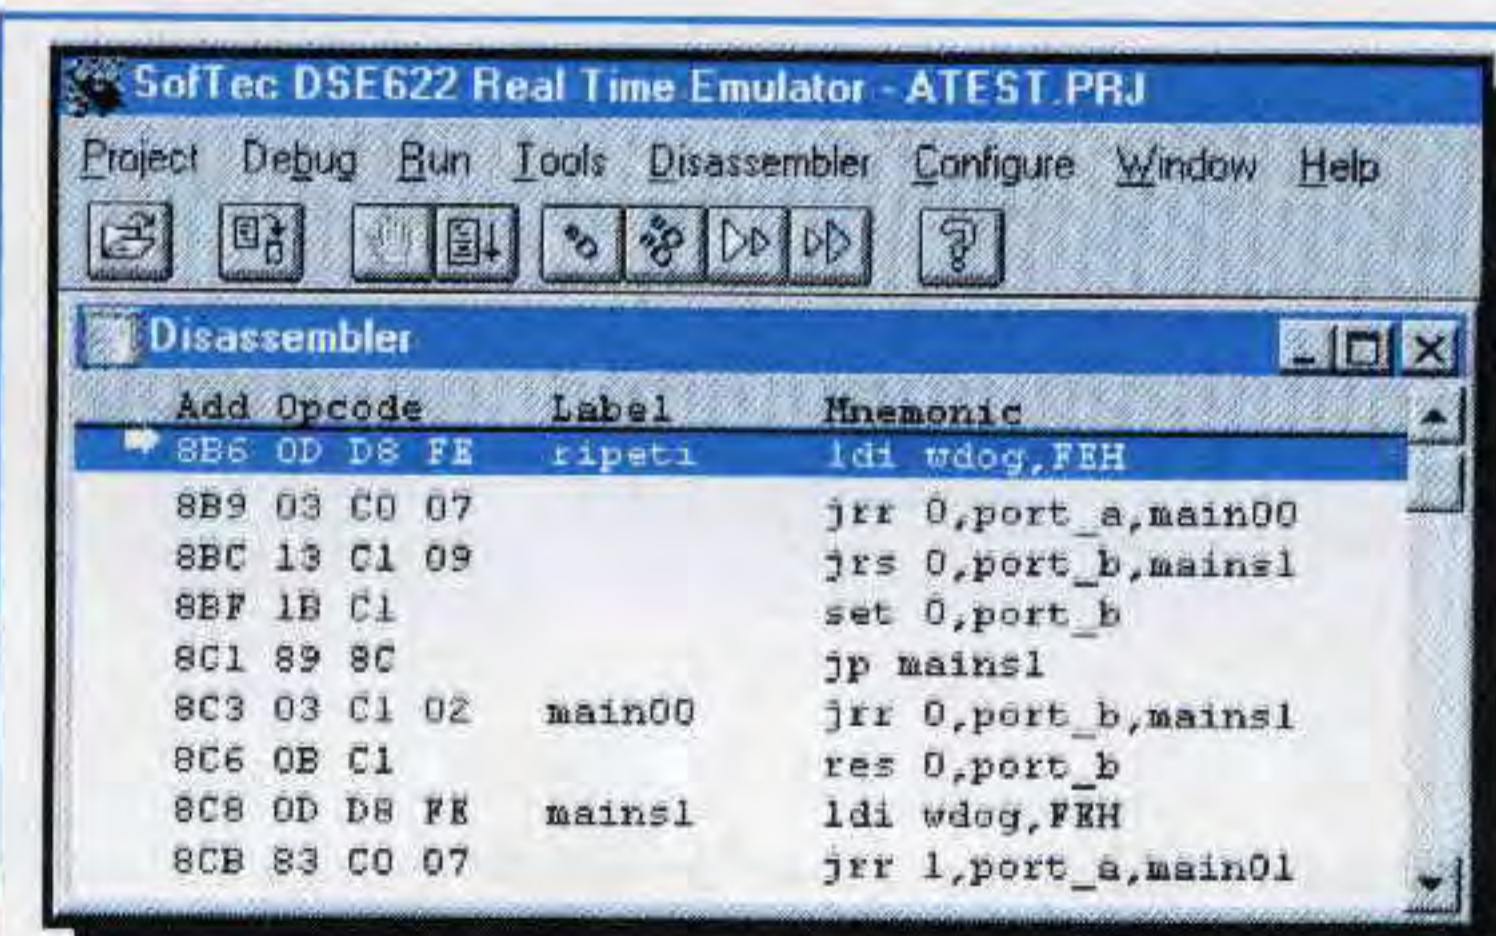

Fig.85 Il programma è fermo su "ripeti".
- Ponete il cursore su **ripeti** e cliccate, poi cliccate su **OK** e vedrete apparire la finestra di fig.85. Noterete che la prima riga in alto è ferma sull'etichetta **ripeti**.
Per uscire cliccate su **OK** e nella successiva maschera cliccate nuovamente su **OK**: apparirà così la maschera di fig.85.
Ora che avete vi abbiamo spiegato come sia possa modificare un ingresso da **livello logico 0** a **livello logico 1** o viceversa, potete fare un po' di pratica portando a **livello logico 1** anche il piedino di un altro **ingresso** per poi riportarlo a **livello logico 0**, poi verificate se i piedini d'**uscita** sono passati da **livello logico 0** a **livello logico 1**. Per verificarlo dovrete sempre far ripartire il programma dell'etichetta **ripeti** (vedi fig.85).